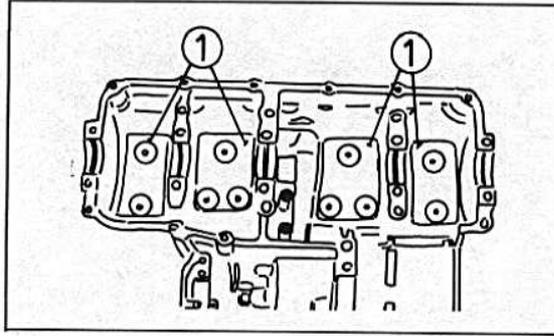

Bild 237
- Die Welle in geschliffenen Prismen aufnehmen und mit der Messuhr vorhandenen Schlag feststellen (Bild 237).